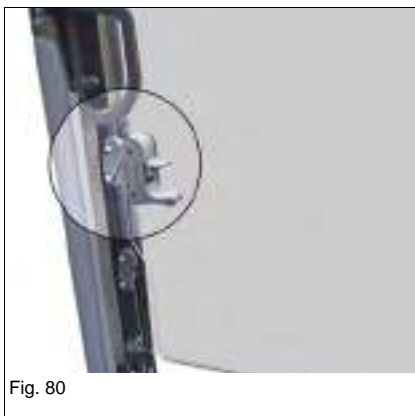

Fig. 80
- ▶ Al abrir o cerrar el parabrisas completo, el parabrisas inferior tiene que estar completamente abierto (Fig. 80).